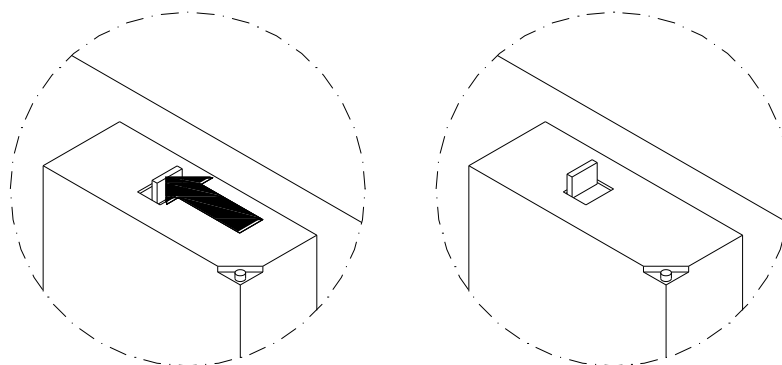

Figura 28 - Ripristino del Monitoraggio
- Ripristinare il relè del monitoraggio come mostrato in Figura 28